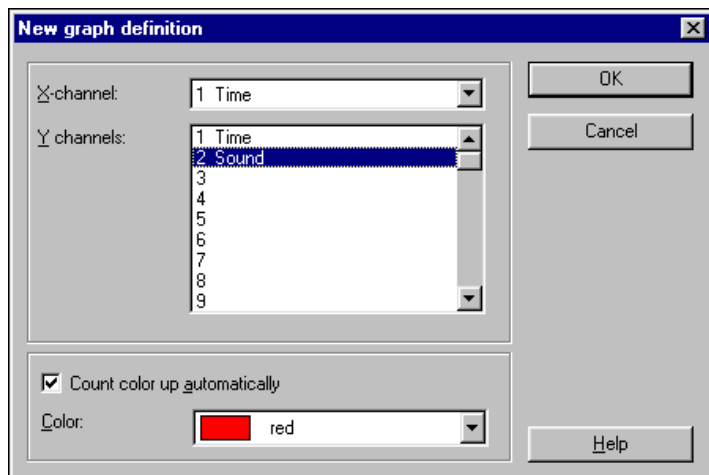

図 4-4 New Graph Definition ダイアログボックス
6. **New graph definition** ダイアログボックス上で、X-channel には **Time** を選択し、Y-channel には **Sound** を選択して、ダイアログの下方にある Color で **Red** を選択します。**Count color up automatically** ボックスがチェックされている場合に（図 4-4 参照）、複数の Y チャンネルを選択すると、各チャンネルは自動的に違う色になります。